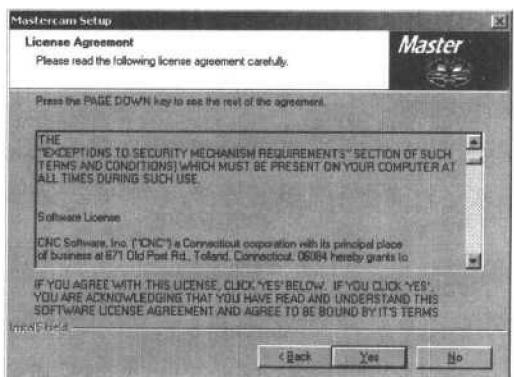
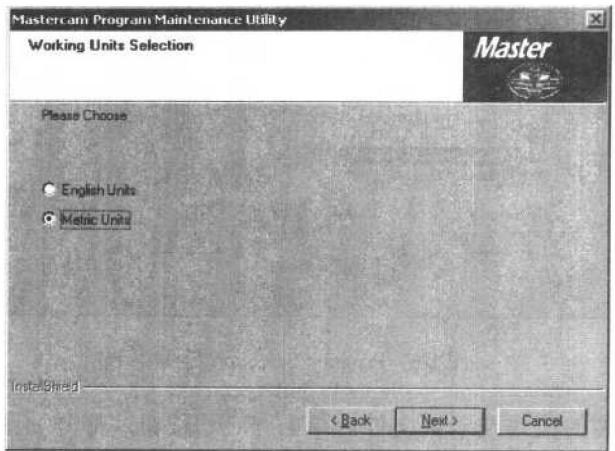

图 1-3 License Agreement 安装界面
图 1-4 Working Units Selection 安装界面
(4) 在图 1-2 所示的对话框中单击 Next 按钮，打开如图 1-3 所示的 License Agreement 安装界面，用户可以通过移动滑块来完整地阅读 Mastercam 8 软件的协议。
(5) 在图 1-3 所示的界面中单击 Yes 按钮，打开如图 1-4 所示的 Working Units Selection 安装界面，该界面用来设置系统采用的单位，可以选择公制(Metric Units)或英制(English Units)作为系统的单位。